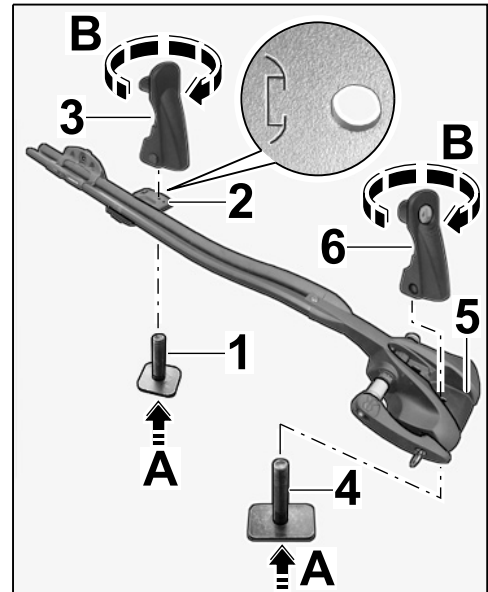

Bild 8
1.4.2 T-Bolzen M6 x 35 von unten durch Bohrung mit Markierung (⇒ Bild 8 -Lupe-) der Halteplatte (hinten) führen (⇒ Bild 8 -A-).
Spannhebel ca. 3 Gewindegänge auf T-Bolzen M6 x 35 schrauben (⇒ Bild 8 -B-).
1.4.3 T-Bolzen M6 x 40 durch Bohrung in Aufnahme Vorderradgabel (⇒ Bild 8-5-) führen (⇒ Bild 8 -A-).
Spannhebel mit Schloss (⇒ Bild 8 -6-) ca. 3 Gewindegänge auf T-Bolzen M6 x 40 schrauben (⇒ Bild 8 -B-).